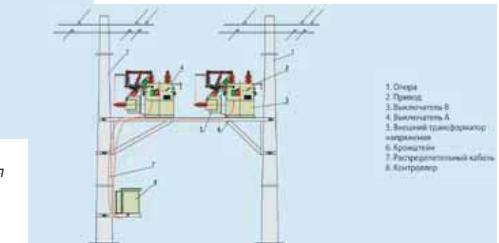

Рис. 3.2 Оборудование дублированного контроля переключений (двойная опора) вакуумного выключателя ZW8-12(Z)
3.2 Оборудование дублированного контроля переключений (двойная опора) (см. рис. 3.2)